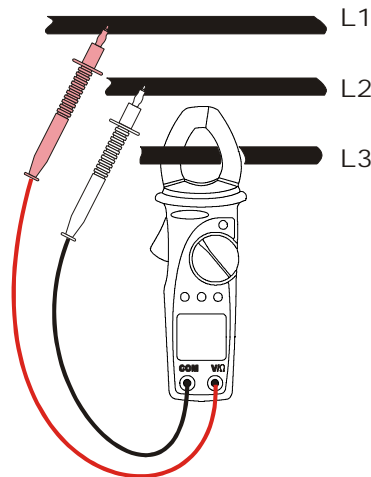

Fig. 13: medida de potencia y energía en un sistema trifásico
2. Poniendo atención a las marcas de alineación abra las pinzas y abra el cable de la fase 3. (vea párrafo 4.1.2 y Fig. 13).
4. Inserte el cable rojo en el terminal de entrada V/Ω y el cable negro en el terminal de entrada COM (ver Fig. 13).
5. Posicione la punta de prueba roja sobre el conductor correspondiente a la fase 1 y la punta negra sobre el conductor correspondiente a la fase 2, como muestra en Fig. 13. El valor de la potencia activa será visualizado acompañado del símbolo AC.